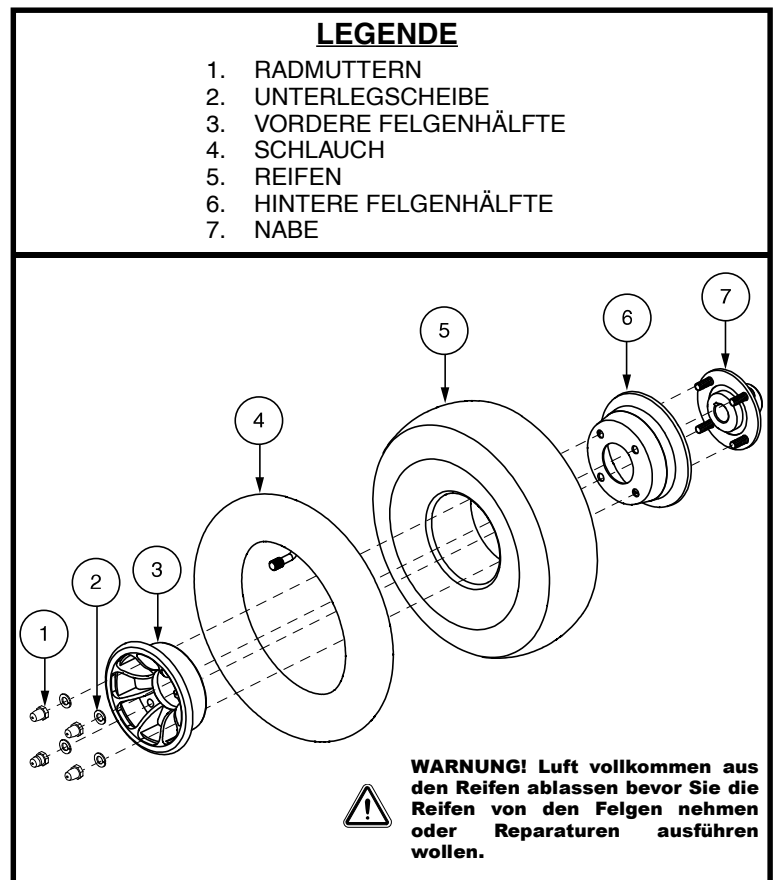

Abb. 30. Luftreifen anbringen/abnehmen
6. Entfernen Sie die Radmutter und Unterlegscheiben und trennen die beiden Felgenhälften voneinander. **Siehe Abb. 30.**
7. Entfernen Sie den alten Schlauch aus dem Reifen und ersetzen ihn durch einen neuen Schlauch. **Siehe Abb. 30.**
9. Schieben Sie das neue Rad wieder über die Radachse. Versichern Sie sich, dass der Achsenschlüssel in seinem Schlüsselplatz ist. **Siehe Abb. 30.**